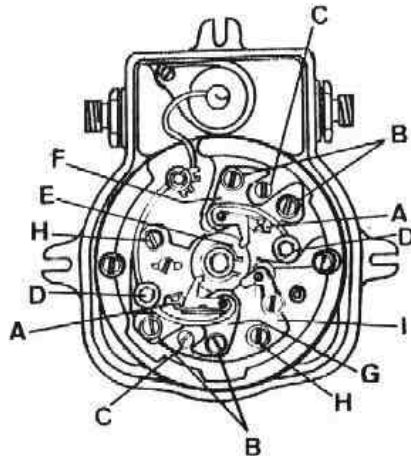

Fig. N2-51 Distribuidor apantallado
- 1.2. Desmontar los tornillos, B (Fig. N2-51) de fijación del ructor n° 1, F. Desmontar a continuación la tuerca, D, de fijación del muelle del ructor móvil. A partir de este momento, se puede desmontar el conjunto del ructor n° 1.
- 1.3. Para desmontar el conjunto del ructor n°2, se soltarán primero, los dos tornillos, B (Fig. N2-51) de fijación del conjunto, a continuación se soltará la tuerca, D, de fijación del muelle del ructor móvil, y se extraerá el casquillo de aislamiento y el cable de conexión del circuito primario. A partir de este momento, se puede desmontar el conjunto del ructor n° 2.